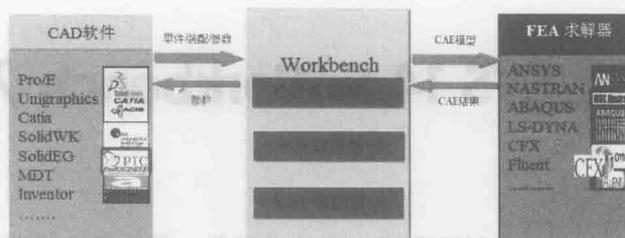

图 1-1 CAD 设计—CAE 仿真协同流程
2) 与 CAD 和 FEA 求解器的协同仿真。ANSYS Workbench 集设计、仿真、优化、网格变形等功能于一体，对各种数据进行协同管理，如图 1-1 所示。